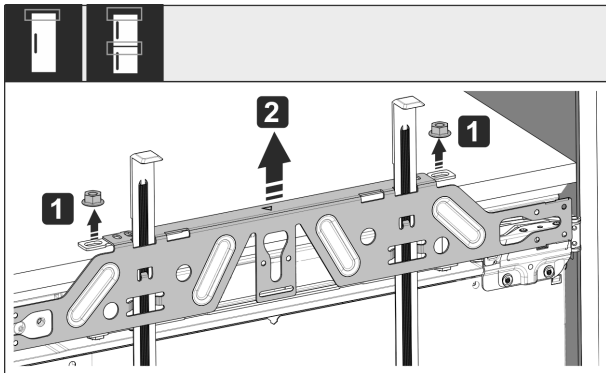

Fig. 53
- Λύστε τα κόντρα παξιμάδια Fig. 53 (1).
- Αφαιρέστε την τραβέρσα στερέωσης Fig. 53 (2).